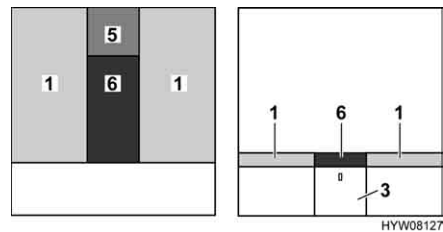

Bild 69 Efter ombyggnaden
- Lägg extradynan (Bild 69,5) på nattduksskåpet.
- Lägg extradynan (Bild 69,6) mellan madrasserna (Bild 69,1).